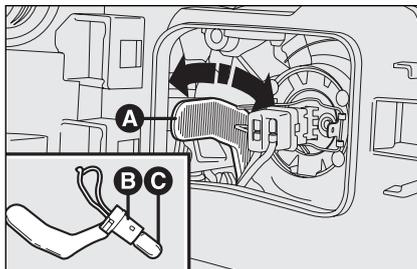
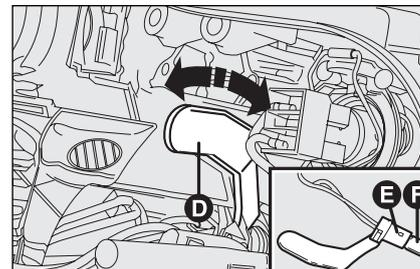

fig. 28
fig. 29
- en se servant d'une rallonge **A-fig. 28** ou **D-fig. 29**, tourner dans le sens des aiguilles et dans le sens inverse des aiguilles, le porte-lampe **B-fig. 28** ou **E-fig. 29** et le dégager en le tirant vers soi;
- enlever l'ampoule **C-fig. 28** ou **F-fig. 29** et la remplacer